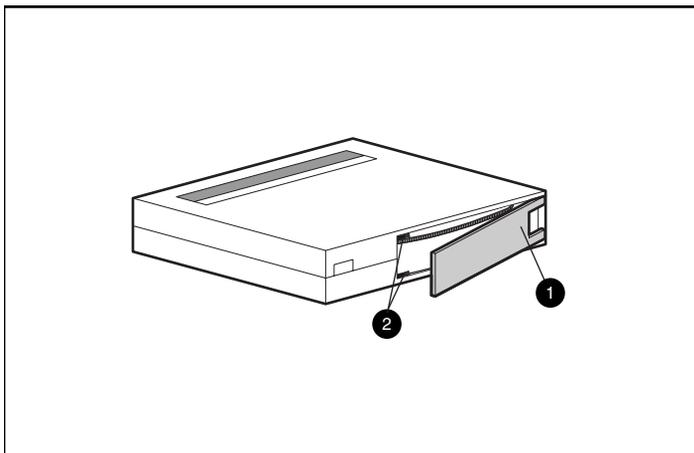

Figura 3-4. Controllo del meccanismo di trasporto del nastro
- Se la cartuccia non emette particolari rumori, controllare il meccanismo di trasporto del nastro ❷ all'interno della cartuccia. Per eseguire tale operazione, aprire lo sportello situato nella parte posteriore della cartuccia rilasciando il blocco dello sportello ❶. Il meccanismo di trasporto del nastro dovrà trovarsi nella posizione indicata nella Figura 3-4.